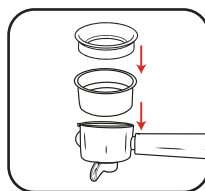
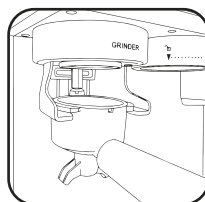

Figura 2
Figura 3
3. Deslice e inserte el conjunto portafiltro + filtro (simple o doble) + anillo dosificador (ver figura 2) en el soporte de molienda (5). Verá que el conjunto se asentará en el soporte de manera plana, deslizándose por las guías del mismo (ver figura 3).